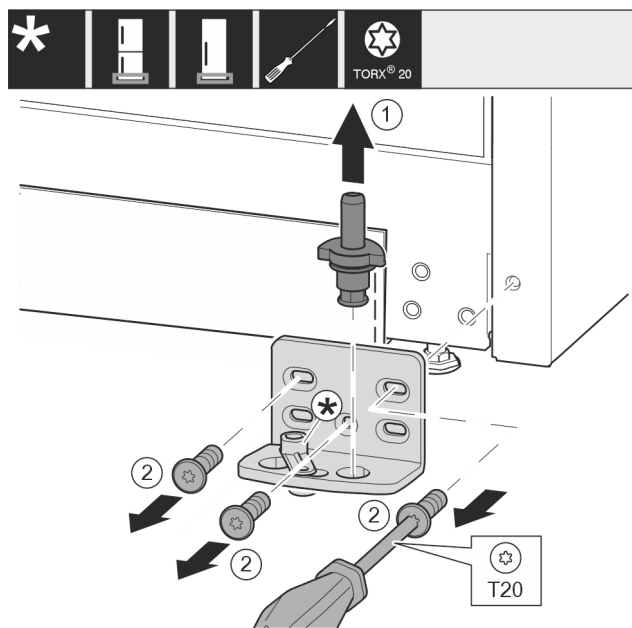

Fig. 18
- Ložiskový čep Fig. 18 (1) celý vytáhněte nahoru.
- Šroubovákem vyšroubujte šrouby Fig. 18 (2) a sejměte stojan ložiska.